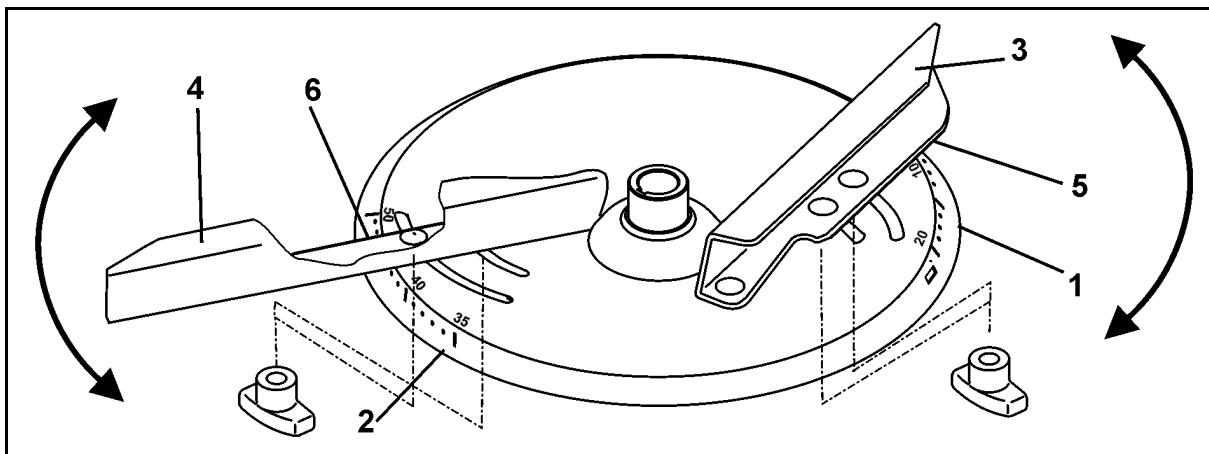

図 56
散布偏向板の設定をツールを用いずに正確に行うために、各散布ディスクには 2 種類の区別のはつきりした目盛り（図 56/1 と 図 56/2）が配置されています。
- 短い散布偏向板（図 56/3）には、値 5 ~ 28 の目盛り（図 56/1）が、長い散布偏向板（図 56/4）には、値 35 ~ 55 の目盛り（図 56/2）が割り当てられています。
- 短い散布偏向板（図 56/3）用に設定値を読み取りエッジ（図 56/5）で読み取ります。
- 長い散布偏向板（図 56/4）用に設定値を読み取りエッジ（図 56/6）で読み取ります。
- 散布偏向板を目盛り（図 56/1 または 図 56/2）のより大きな数値に旋回させると、作業幅が拡大します。